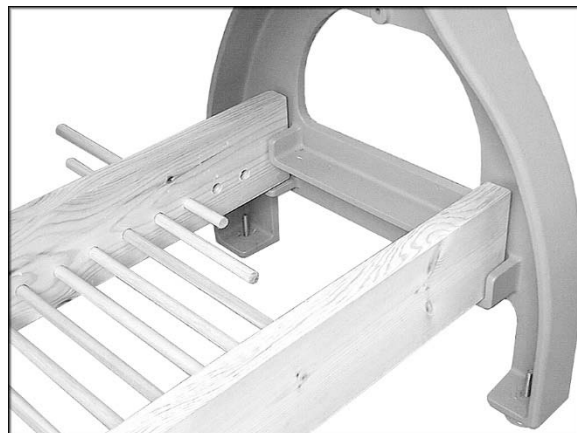

Рисунок 12
Способ 3: (Рис. 12)
6. Вставьте стержни в отверстия в досках, как показано на Рис. 12.